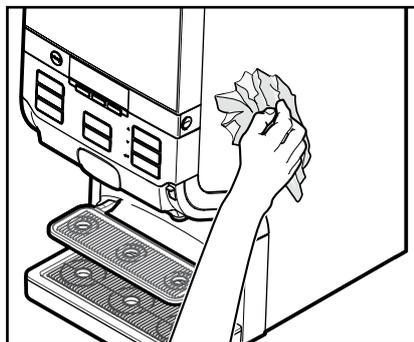

Fig. 28
6. Limpe a parte exterior da máquina com um pano limpo e húmido. (Fig. 28)